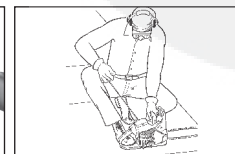

Fig. 9D
4. Plaats de zaag op de grond, grijp de voorste handgreep stevig vast met uw linkerhand en plaats uw rechtervoet in de achterste greep. Trek met uw rechterhand aan het starttouw tot de motor den indruk geeft om te starten. (Fig. 9D)